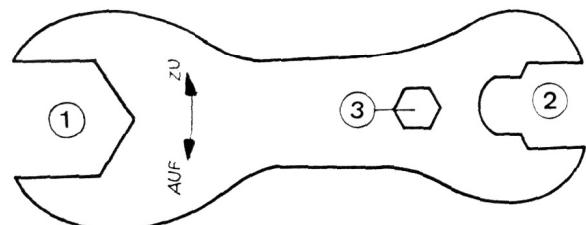

Fig 18
Achtung! Im Gegenuhrzeigersinn anziehen gemäss Angabe auf dem Spezialschlüssel (Fig 18).
Attention! Pour serrer, tourner dans le sens inverse des aiguilles de la montre conformément au schéma figurant sur la clé spéciale pour brûleurs (Fig 18).
Attenzione! Avvitare il dado di raccordo in senso contrario alle lancette dell'orologio secondo le indicazioni sulla chiave speciale (Fig 18).
31. Der Spezialschlüssel zu Brenner (Fig 18)
La clé spéciale pour brûleur (Fig 18)
La chiave speciale per bruciatori (Fig 18)